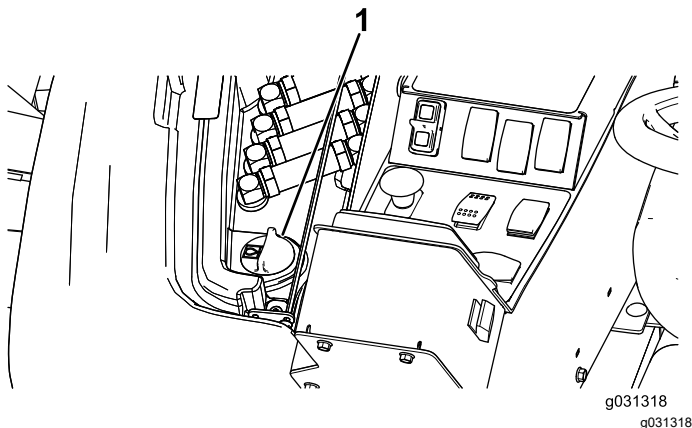

Figura 99
2. Sollevate il coperchio di accesso per esporre il tappo del serbatoio idraulico, sul lato destro della macchina (Figura 99).
3. Pulite attorno al collo del bocchettone e del tappo del serbatoio idraulico (Figura 99).